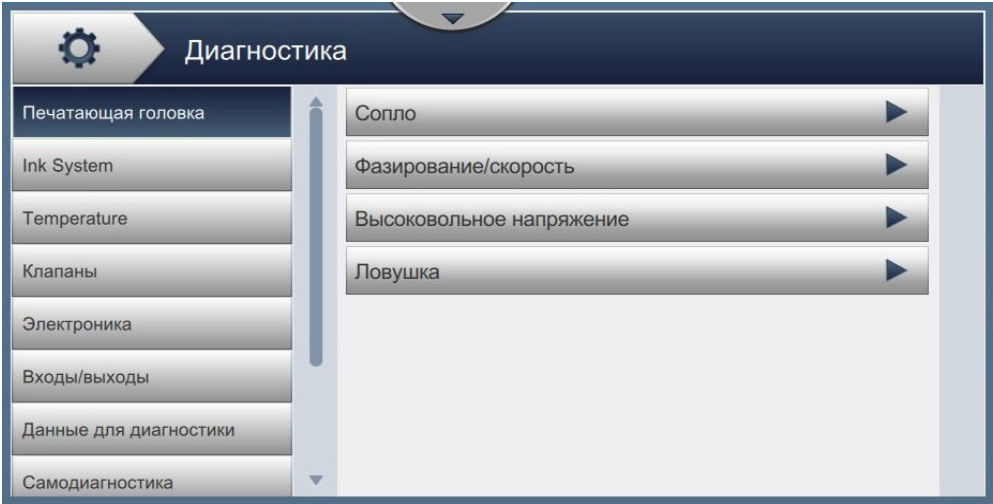

Рис. 6-24: Диагностика
1. Нажмите кнопку  на экране «Инструменты». Откроется экран «Диагностика», как показано на Рис. 6-24.